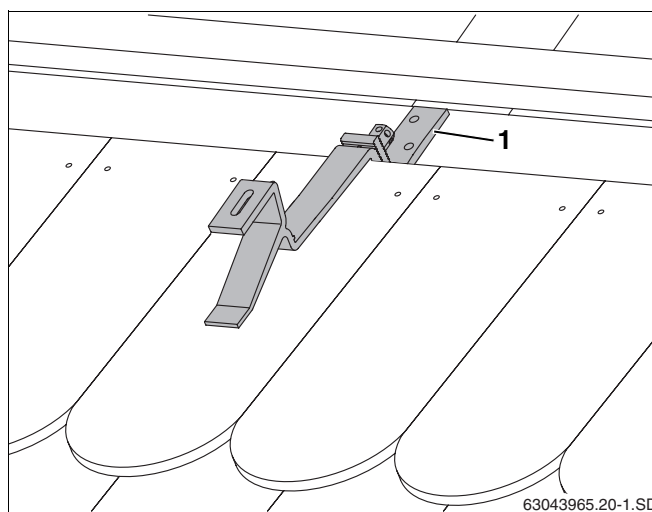

Fig. 18 Gancho para telhados instalado
- ▶ Deslocar a parte inferior do gancho para telhados o mais possível para baixo, até que esta assente sobre o caibro ou sobre a tábua/pranCHA (fig. 18, **item 1**).